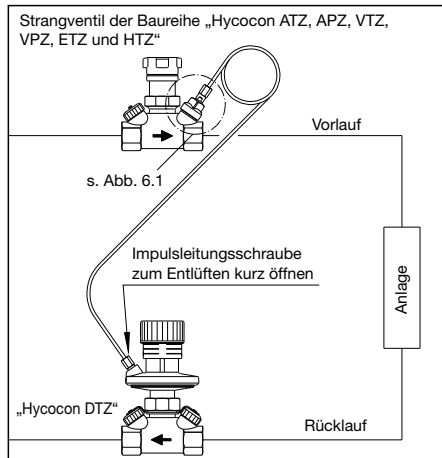

Abb. 6.2: „Hycoco DTZ“, Einbau im Rücklauf
4. Anschluss der Impulsleitung an das Ventil im Vorlauf. (Dies kann von der Baureihe „Hycocn ATZ, APZ, VTZ, VPZ, ETZ oder HTZ“ sein. (vgl. Abb. 6.2) Alternativ kann auch ein „Hydrocontrol VTR, VPR, ATR oder APR“ mit den Adaptern 1062090 und 1060191 eingesetzt werden.)
6. Entlüften der Impulsleitungen. Die Entlüftung der Impulsleitungen erfolgt durch leichtes Öffnen der Impulsleitungsschrauben (Abb. 6.2). Nach Wasseraustritt sind die Schrauben wieder dicht zu schließen.
Um die Funktion des Reglers im Vorlauf zu ermöglichen, müssen die Impulsleitungen getauscht werden. (vgl. Abb. 6.2)